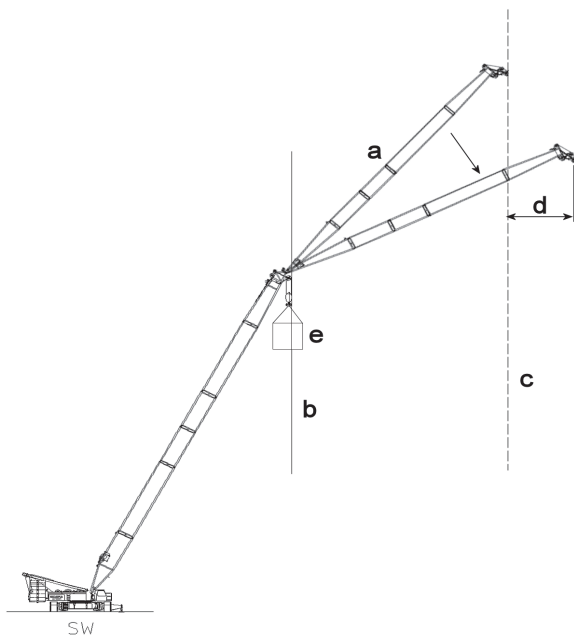
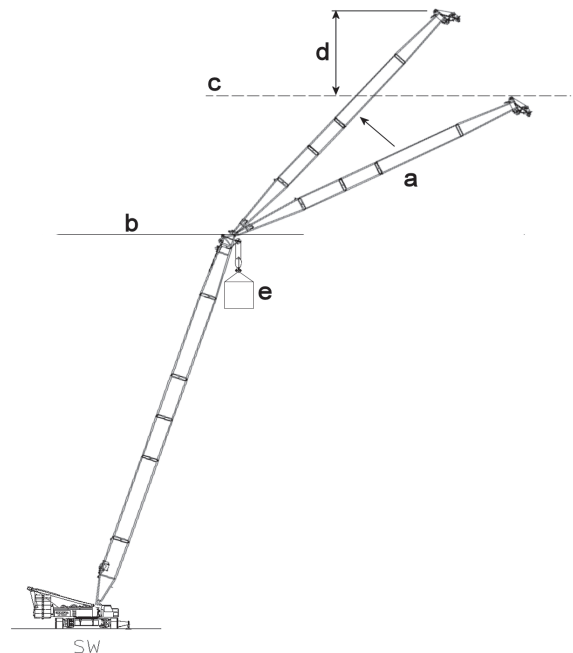

Figura 1 Limite do raio
Figura 2 Limite da altura da cabeça da roldana
- a** Posição inicial do sistema de lanças onde o limite do raio (Figura 1) ou o limite da altura da cabeça da roldana (Figura 2) foi programado em relação à cabeça da roldana na lança principal.